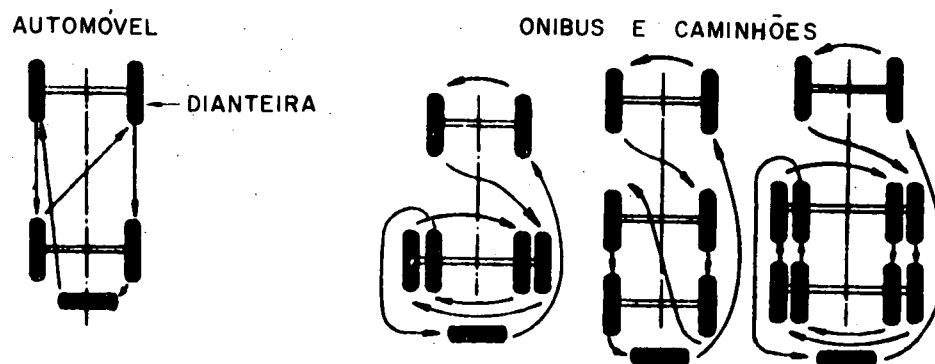

Fig. 6
b) Intercambiar a posição dos pneumáticos, de acordo com as recomendações do fabricante (fig. 6).